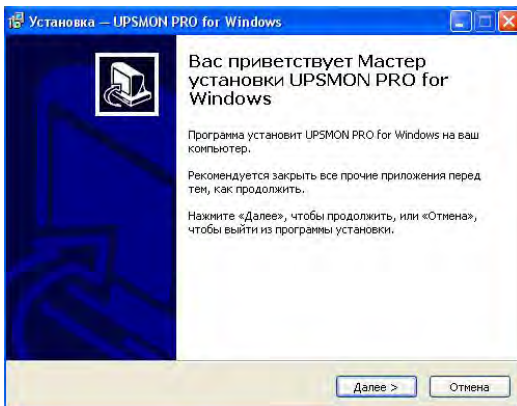

Рис. 5.3
2. Появляется окно установки программного обеспечения; пожалуйста, ознакомьтесь с инструкциями, а затем кликните курсором мышки команду «Далее»(см. рис. 5.3)